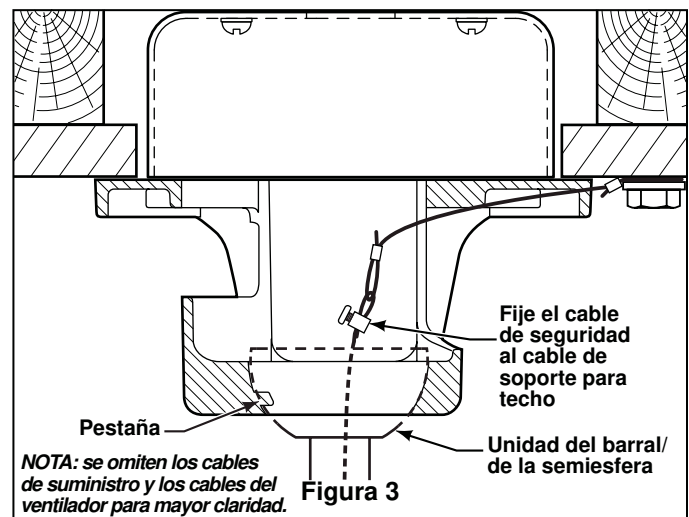

Figura 3
3. Afloje los dos tornillos de fijación del soporte del barral. Alinee los orificios del pasador en el barral con los orificios del soporte del mismo. Coloque el pasador y asegúrelo con el pasador de horquilla. (Figura 3) Asegúrese de empujar la pata recta del pasador de horquilla a través del orificio cerca de la punta del pasador hasta que la parte curva del pasador de horquilla se cierre con un clic alrededor del pasador. El pasador de horquilla debe estar instalado correctamente para evitar que el pasador se afloje. Tire del barral para asegurarse de que el pasador está instalado correctamente.
4. Pase los cables a través de la cubierta de unión del motor y el capuchón del ventilador como se muestra, con el lado abierto apuntando hacia arriba. (Figura 3)
4. Con cuidado, levante el ventilador y apoye la unidad del barral/de la semiesfera en el soporte de suspensión que acaba de fijar a la viga del techo. Asegúrese de que la ranura en la semiesfera esté alineada con la pestaña del soporte de suspensión. (Figura 3)
5. Fije el cable de seguridad al cable de soporte para techo. Deslice la abrazadera de cables por el cable de seguridad (del ventilador). Pase el extremo del cable a través del aro que forma el cable de soporte para techo. Tire lo más posible del cable a través del aro. Inserte el extremo del cable en el orificio de la abrazadera y ajuste firmemente el tornillo (Figura 3). Corte el exceso de cable de seguridad.
5. Ajuste las aspas ensambladas y los soportes al buje del motor con los tornillos y las arandelas de seguridad suministrados. (Figura 3)
3. Instale los acopladores y las cadenas de encendido/apagado. (Figura 3)
3. Si desea que el flujo de aire se desplace en la dirección opuesta, apague el ventilador y espere a que las aspas se detengan. Luego deslice el conmutador inversor a la posición contraria y vuelva a encender el ventilador. Su modelo de ventilador está equipado con un interruptor de cadena de 4 posiciones y 3 velocidades. (Figura 3)